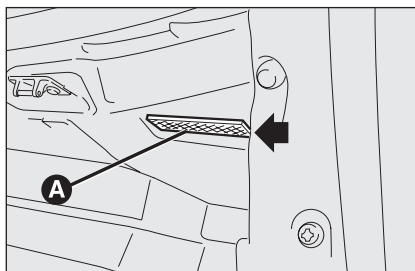
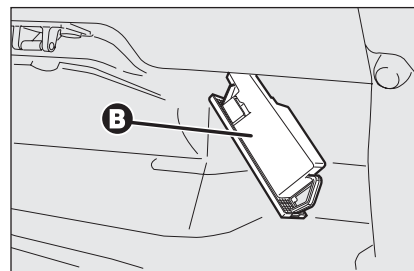

fig. 48
fig. 49
- estrarre la plafoniera **A-fig. 48** facendo leva nel punto indicato dalla freccia;
- sollevare la protezione **B-fig. 49** e sostituire la lampada inserita a pressione;
- richiudere la protezione **B-fig. 49** sulla plafoniera **A-fig. 48**;